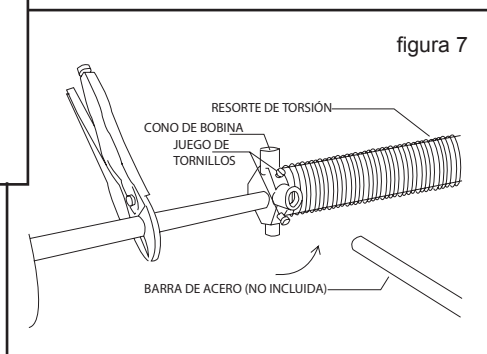

figura 7
2. Bloquee el eje del resorte con los alicates apoyados sobre el muro como lo muestra la figura 7.